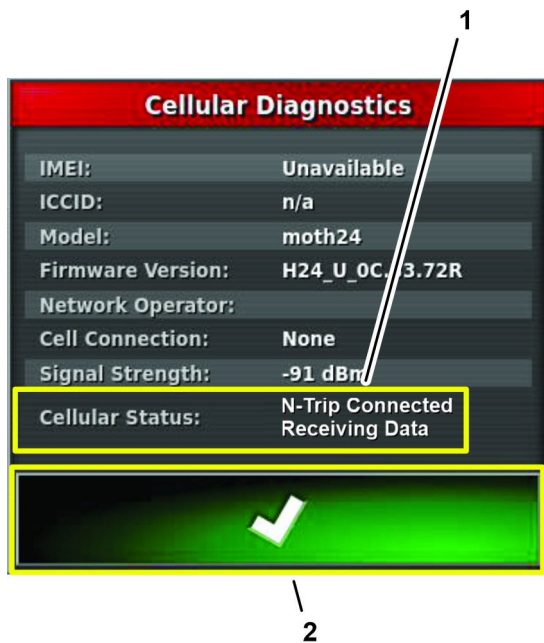

Figura 168
4. Pressione o ícone DIAGNÓSTICO DA CÉLULA, e verifique se o campo de estado do celular mostra N-TRIP CONNECTED RECEIVING DATA (Figura 168).